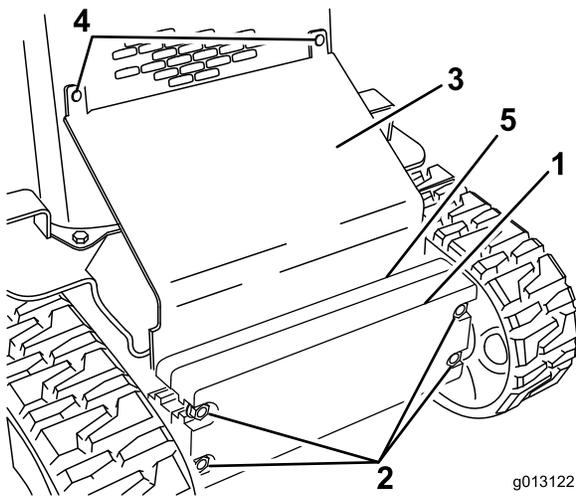

Bild 27
2. Lockern Sie die Schrauben, mit denen der Ballast befestigt ist (Bild 27).
3. Entfernen Sie die Schlosssschrauben und Muttern, mit denen die schräge Platte befestigt ist (Bild 27).
10. Schieben Sie die schräge Platte zwischen den Rahmen und dem Ballast und befestigen Sie sie mit den vorher abgenommenen Schlosssschrauben und Muttern am vorderen Gitter (Bild 27).
11. Ziehen Sie die Schrauben an, mit denen der vordere Ballast befestigt ist (Bild 27).